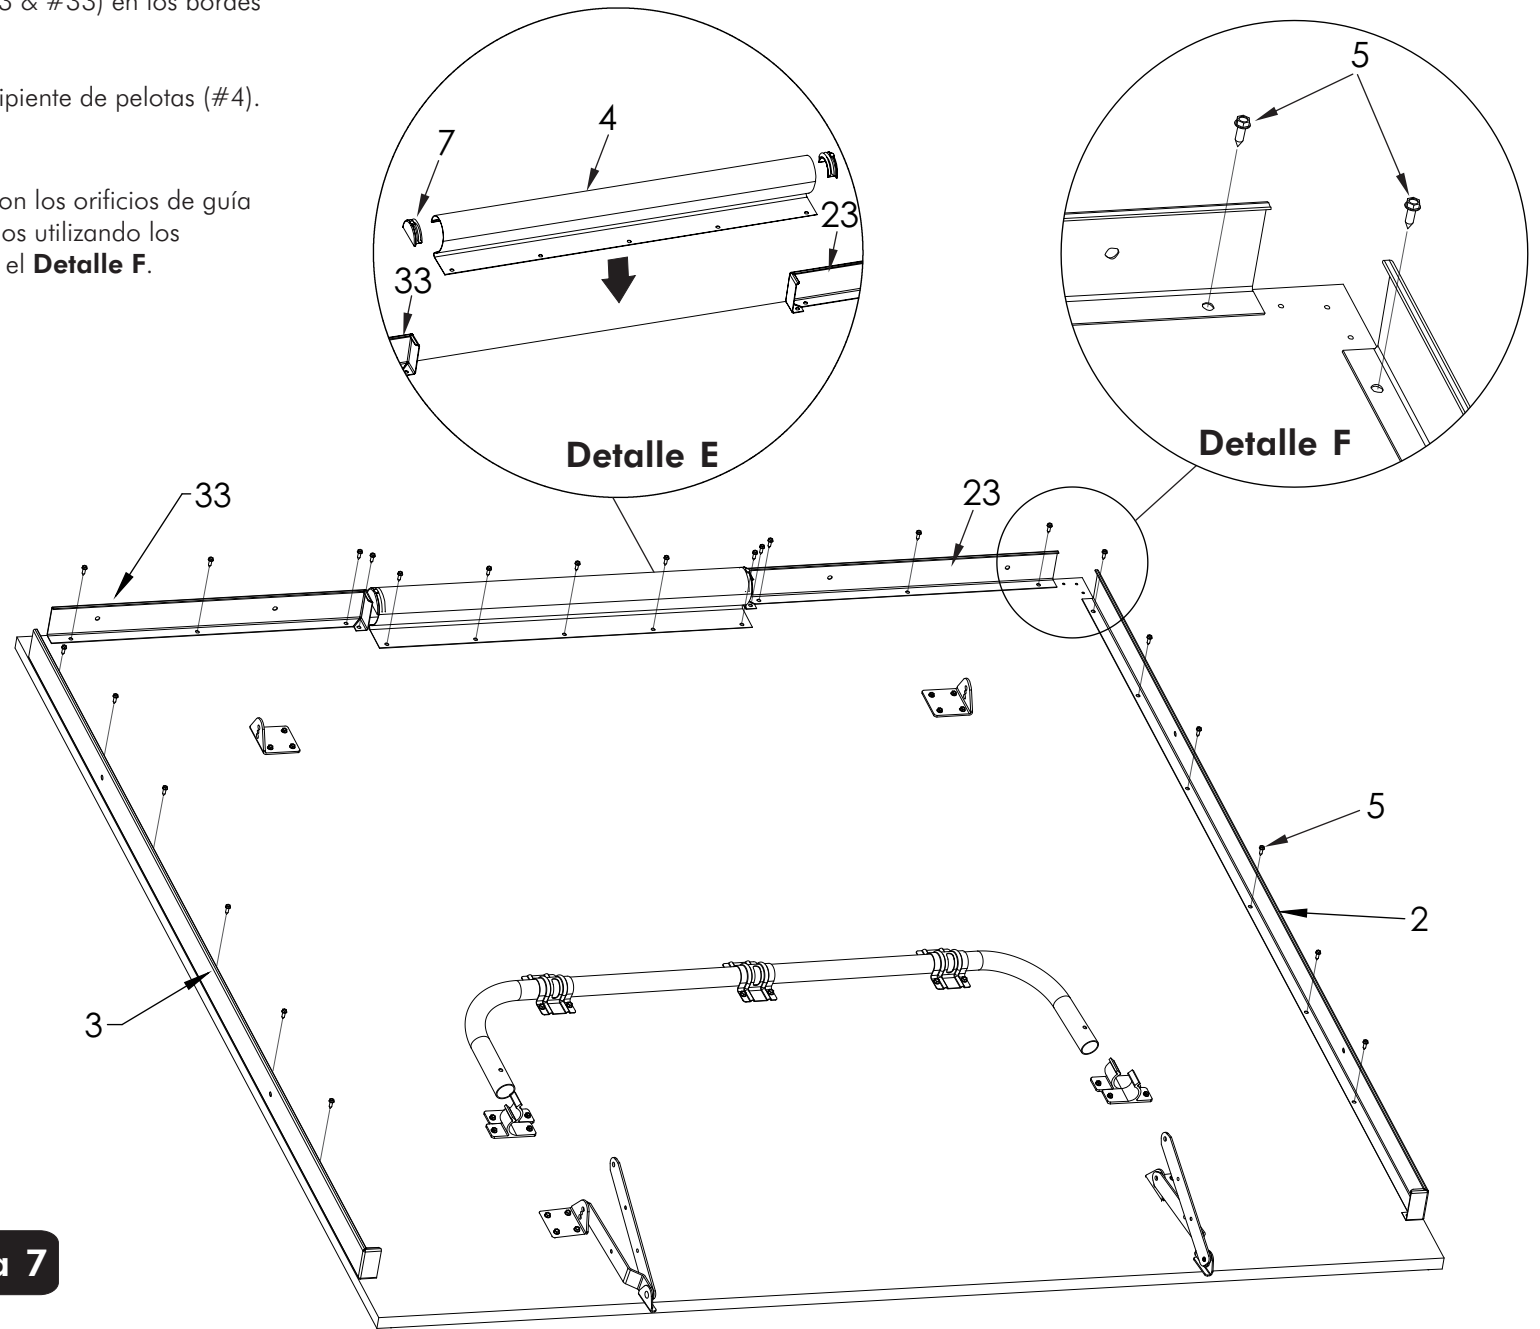

Figura 7
11. Coloque los Rieles (#2, #3, #23 & #33) en los bordes del tablero. Vea la **Figura 7**.
12. Coloque los tapones (#7) al recipiente de pelotas (#4). Vea la Figura 7 y el Detalle E.
13. Alinee los orificios de los rieles con los orificios de guía de la base del tablero y asegurelos utilizando los Tornillos (#5). Ver la **Figura 7** y el **Detalle F**.